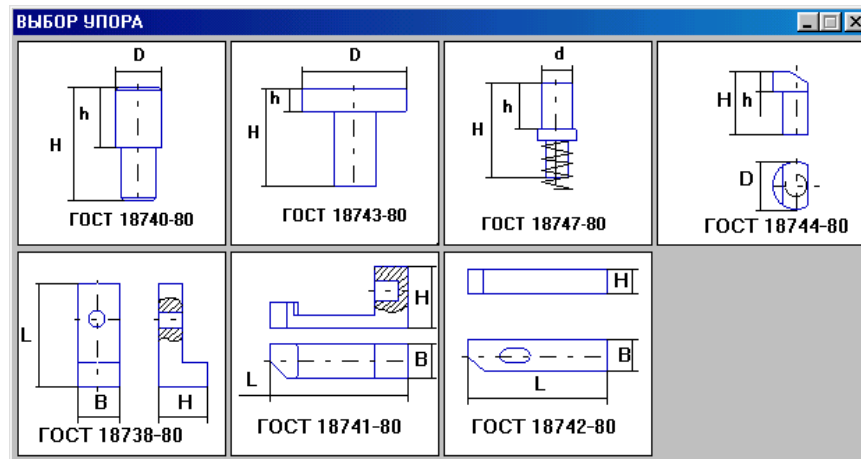

Рисунок 1.89 – Слайдове меню набору упорів
Проектування системи упорів. Система упорів являє собою набір однакових або різних упорів для фіксації заготовки. Кожний упор у наборі - незалежний елемент зі своїм унікальним номером, прив'язкою й параметрами. Набір упорів наведений у слайдовому меню (рис. 1.89)
- зі слайдового меню (рис. 1.89) вибирається вид упору;